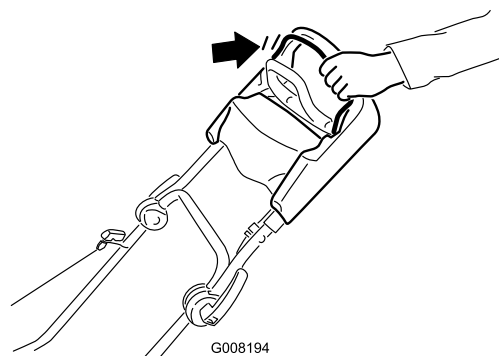

Figura 14
1. Tenete la barra di comando della lama contro la stegola (Figura 14).